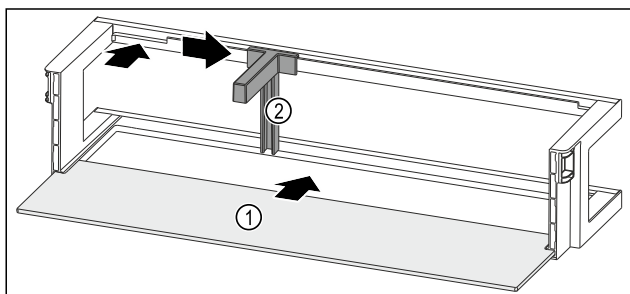

Fig. 121 Dveřní přihrádka s odkládací plochou
- Odkládací plochu Fig. 121 (1) zasuňte do bočních vybrání.
- Držák lahví Fig. 121 (2) vložte do vybrání.
- Držák lahví Fig. 121 (2) posuňte na stranu do požadované polohy.